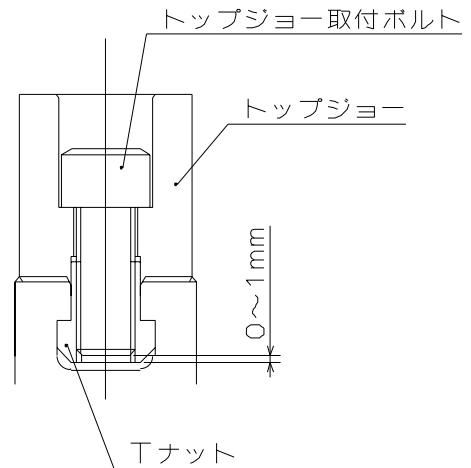

図 11
- ジョー取付ボルトの T ナットに対するねじ込み深さが浅いと、T ナットが破損し、ジョーや工作物が飛散して危険。取付ボルトが長すぎて T ナット底面から突き出ている場合も、トップジョーが固定されないため、ジョーや工作物が飛散して危険。従って、ジョー取付ボルトの全長は T ナットの底面より $0 \sim -1\text{mm}$ 程度とすること。(図 11 参照)